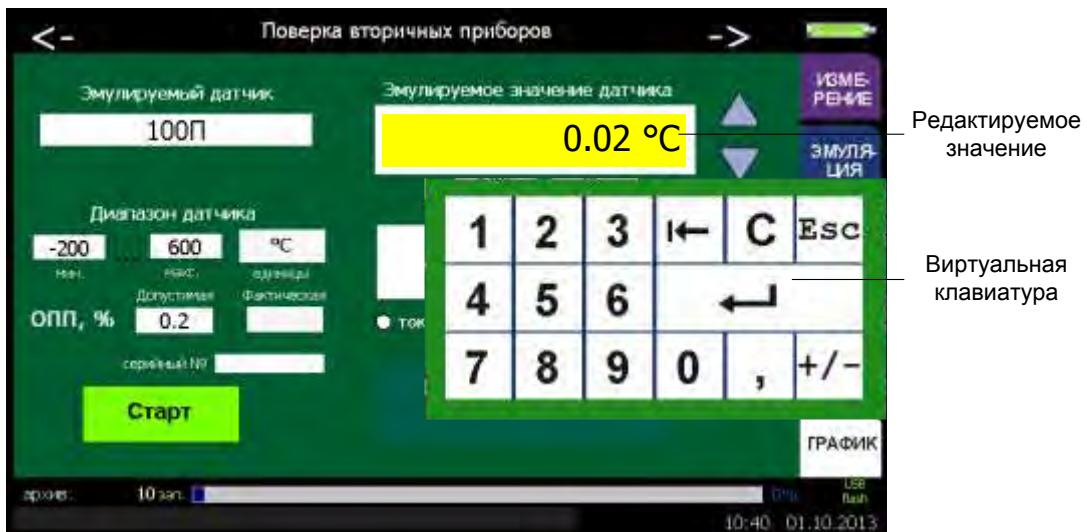

Рисунок 2.43
2.6.3.5 Параметр «Эмулируемое значение датчика» позволяет установить значение, которое предстоит воспроизвести. Для этого необходимо в соответствующем редактируемом поле записать цифровое значение эмулируемого сигнала с использованием виртуальной клавиатуры (п. 2.5.4.1, см. рисунок 2.43).